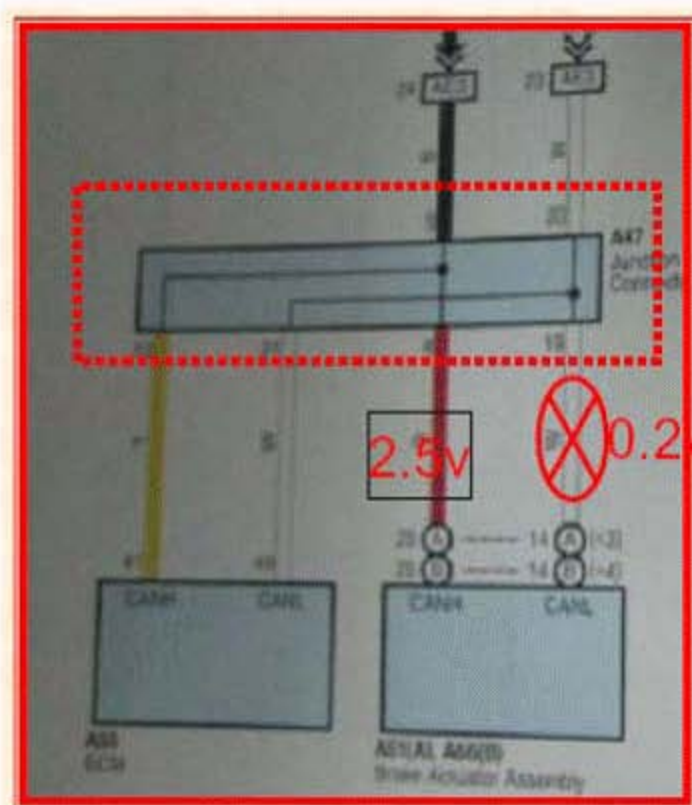

图 3
- h). 拆下插头 A47，8 与 19 脚，测量 8 与 19 脚电压。8 脚电压：2.5v 左右。19 脚电压：0.21V，图 3。